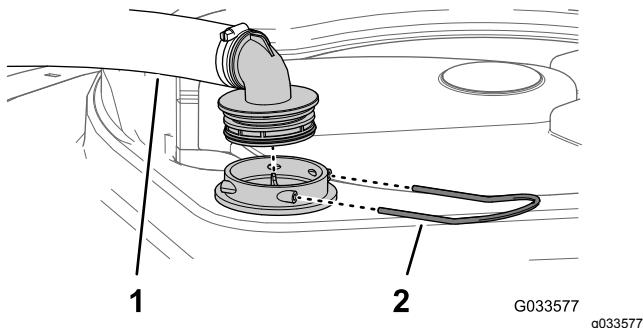

Figura 77
2. Nella parte superiore dell'irroratrice, rimuovete il fermo che fissa il raccordo del flessibile collegato al flessibile grande dall'alloggiamento del filtro (Figura 77).
3. Rimuovete il flessibile e il raccordo del flessibile dall'alloggiamento del filtro (Figura 77).